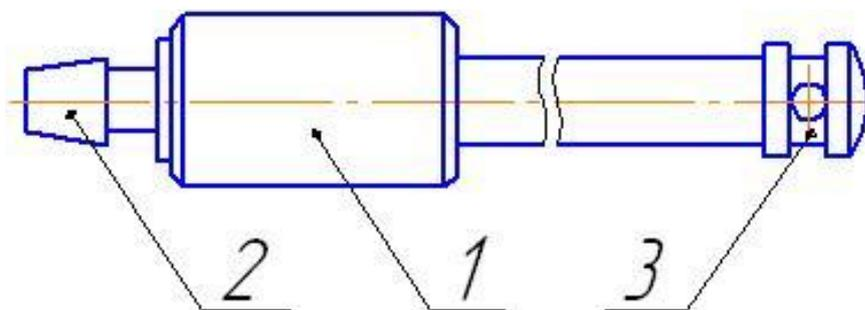

Рис.5 Внешний вид зонда воздухозаборного: 1- корпус, 2-штуцер, 3 – наконечник.
2.4.1 Внешний вид зонда воздухозаборного приведён на рис.5